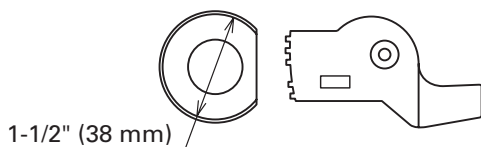

Fig. 27
(3) Ensemble de rouleau central (D 38)(Fig. 27)(No. de code 321445)